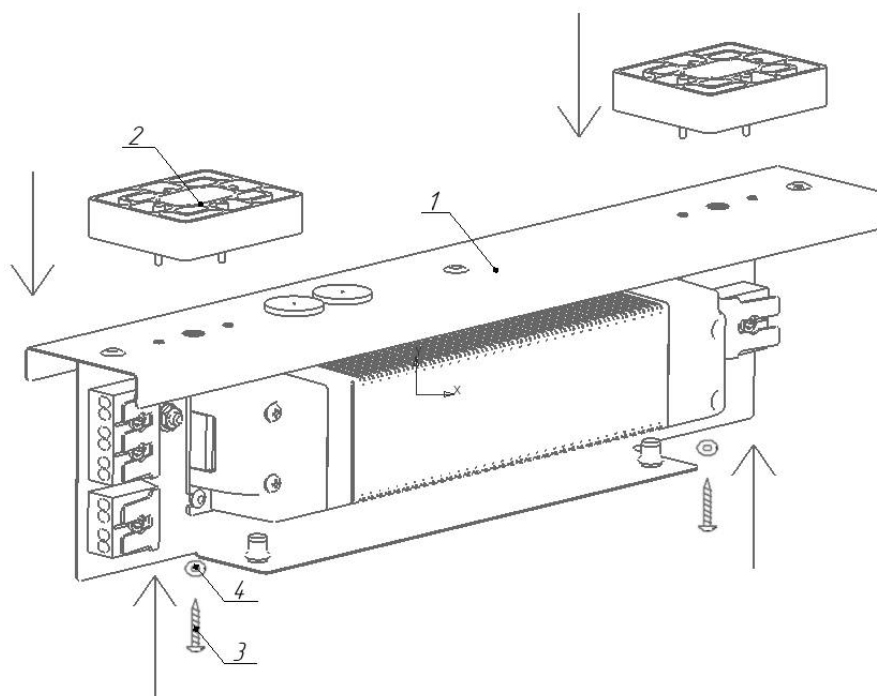

Рисунок 9 - Схема установки отсека источника питания
5.3.7. Установите пластиковые проставки поз.2 в отверстия возле крепежных мест. Закрепите отсек источника питания на опорной поверхности при помощи саморезов и шайб (в комплект поставки не входят), предварительно разметив точки крепления (см. рисунок 9).